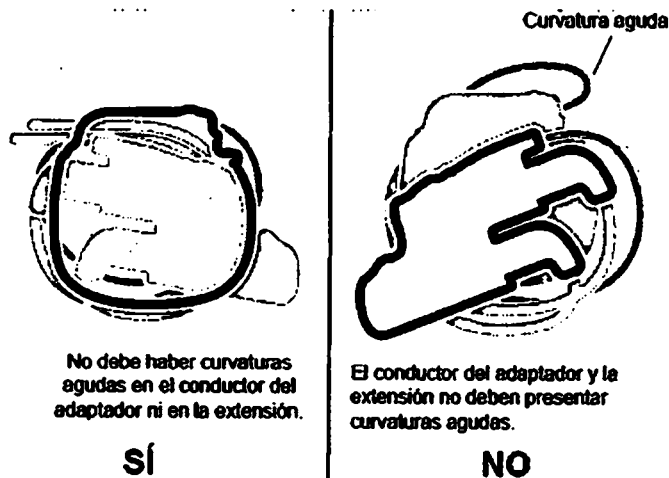

Figura 10. Asegúrese de que no hay curvaturas agudas en ninguno de los cables.
1. Coloque el adaptador para bolsa detrás del neuroestimulador. Enrolle el conductor del adaptador y la parte sobrante de la extensión detrás del adaptador, asegurándose de que no haya curvaturas agudas en ninguno de los cables (Figura 10).